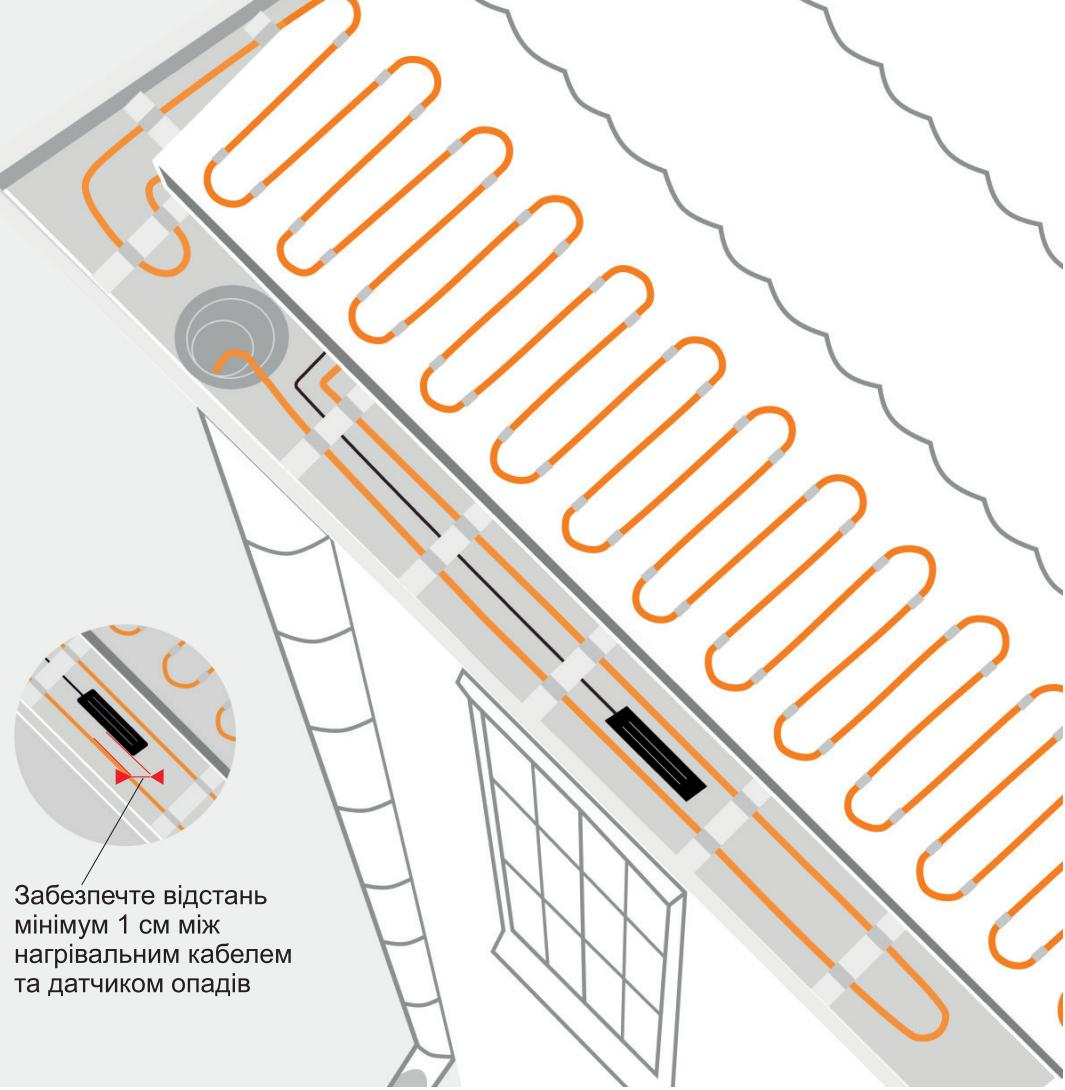

Рисунок 2. Розташування датчика опадів VOL в жолобі водостоку
- датчик опадів повинен розташовуватися на ділянці, що обігрівається кабелем (рис. 2).